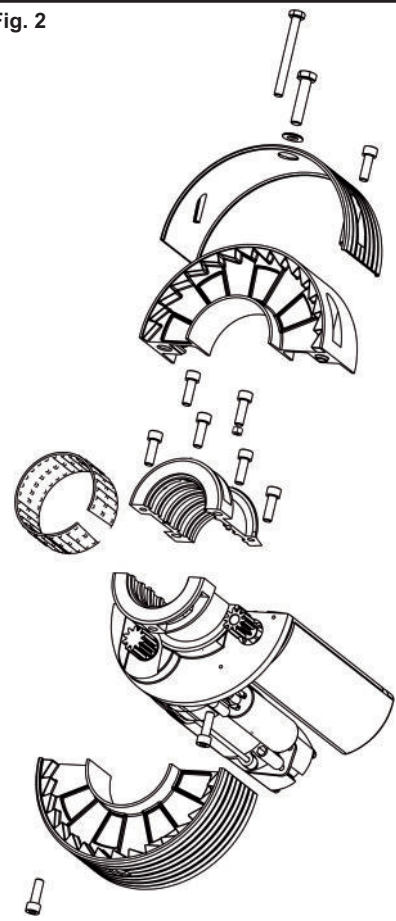

Fig. 3
- H) Verificare che il motore risulti posizionato sul lato destro vista interna serranda e avvitare la vite TE M10 (vite testa esagonale senza dado, posizionata nella parte anteriore del collare di chiusura chassis) facendola penetrare nel foro M10 praticato precedentemente sul tubo della serranda (FIG. 3).
- H) Verify that the electric motor is placed on the right side rolling shutter and screw the TE M10 (hexagonal screw without nut, placed on the foreground part of the second part of the chassis) screwing it inside the hole M10, effected before on the tube of rolling shutter (FIG. 3).
- H) Vérifier que le moteur électrique est positionné à droite et serrer la vis TE M10 (vis tête hexagonal sans écrou, positionné dans la partie antérieure de la deuxième partie du chassis) serrant la dans le trou M10 effectué précédemment sur le tube du rideau métallique (FIG. 3).
- H) Comprobar que el motor eléctrico está colocado a la derecha vista interna de enrollable y atornillar el tornillo TE M10 (tornillo hexagonal sin tuerca, colocado en la parte adelantera del segundo chasis) atornillando totalmente en el taladro M10 efectuado anteriormente en el eje de enrollable (FIG. 3).